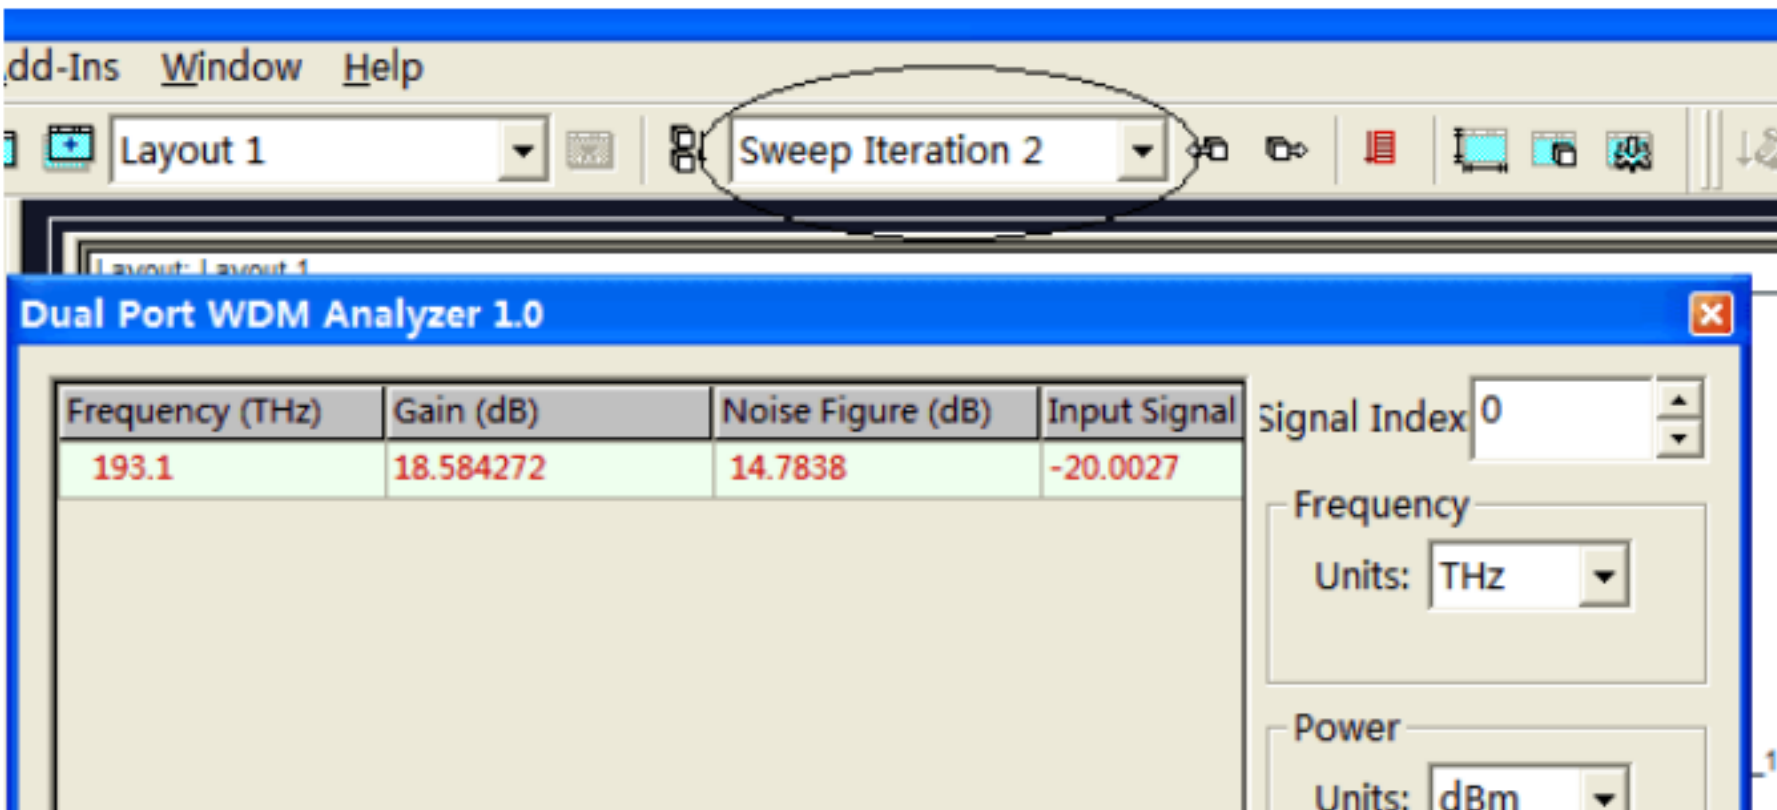

图 3.24 观察扫描仿真结果
- 5 关闭 Sweep 参数设置窗口，执行仿真运算，此时仿真窗口会显示仿真进度，在执行 5 次后仿真过程结束。此时点击 Dual Port WDM Analyzer ,可以观察到 5 次仿真计算的最后一次的结果，通过 Layout 菜单的扫描场景下拉菜单，可以选择观察其中任何一次的仿真计算结果，如图 3.24 所示。